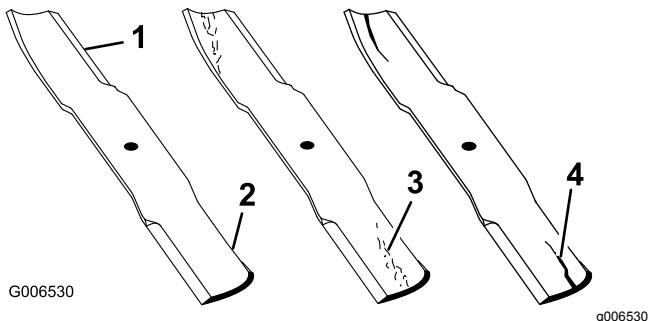

Рисунок 55
1. Осмотрите режущие кромки (Рисунок 55).
- При обнаружении признаков повреждения, износа или образования зазора в этой области немедленно замените нож (Рисунок 55).